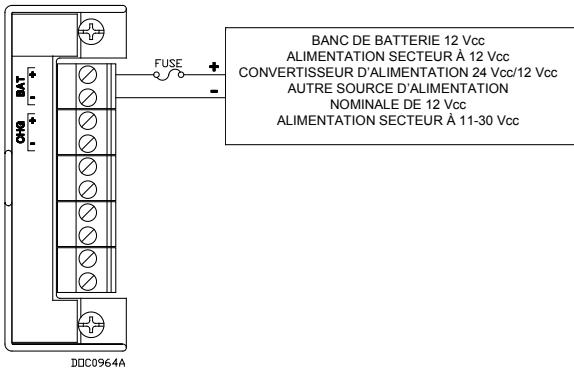

Figure 5. Alimentation 12 Vcc et câblage BAT+/BAT-
- o la source de 12 Vcc dans le collier situé en dessous de la vis de raccordement BAT+ / BAT- (consultez Figure 5) OU
- o la source de 24 Vcc dans le collier situé en dessous de la vis de raccordement + / -. La borne + doit également être dotée d'un fusible (consultez la Figure 5) OU
- o la source de 11-30 Vcc dans le collier situé sous les vis de raccordement +/- adéquates (consultez Figure 5)